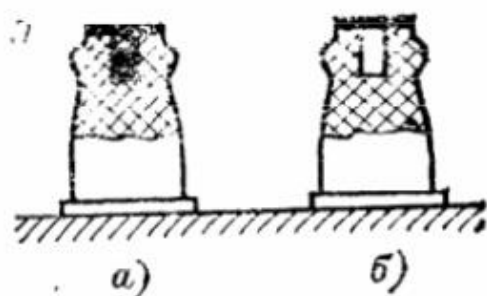

Figure 5 Рис. 5. Опорные изоляторы
Влияние внутреннего экрана на разрядное напряжение изучается на реальных опорных изоляторах, один из которых имеет такой экран (рис. 5).
4. Измерить разрядные напряжения опорных изоляторов с внутренним экраном и без него (рис. 5). Определить средние разрядные градиенты напряжения.